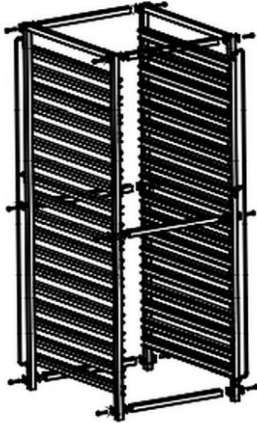

Abb. 1
7. Befestigen Sie die 6 Querstreben am zweiten Seitenteil mit den Unterlegscheiben und den Schrauben wie oben beschrieben. (Abb. 1)